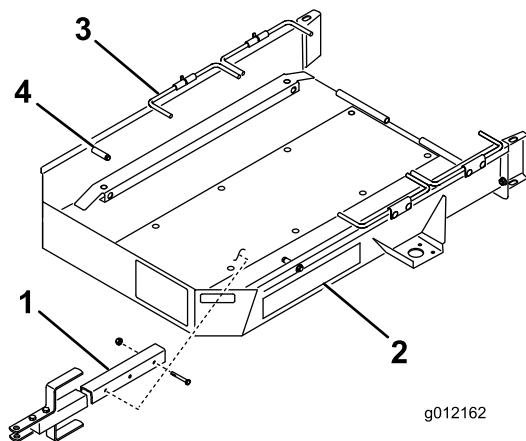

Figura 1
1. Fissate il gruppo timone alla staffa di montaggio nella parte sottostante del pianale del rimorchio con 2 bulloni (3/8 x 2³/₄"), 2 distanziali e 2 dadi di bloccaggio. Nella maggior parte delle applicazioni utilizzate la serie anteriore di fori di montaggio del timone e della staffa (Figura 1).
3. Rimuovete i cesti dalla macchina, disinserite i comandi della trazione e portate l'acceleratore in posizione di minimo. Conducete **lentamente** la macchina sopra il rimorchio sinché le ruote di trasporto entrano in contatto con i fermi del rimorchio (Figura 1).
5. Ruotate la prima serie di aste delle ruote verso il basso dietro alle ruote di trasporto (Figura 1).